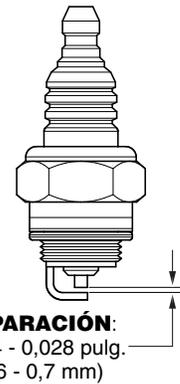

Figura 29. Separación de los electrodos de la bujía
1. Quite y limpie la bujía (Figura 29) con un cepillo de alambre si se va a reutilizar. Deseche la bujía si el aislante está fisurado o desportillado.